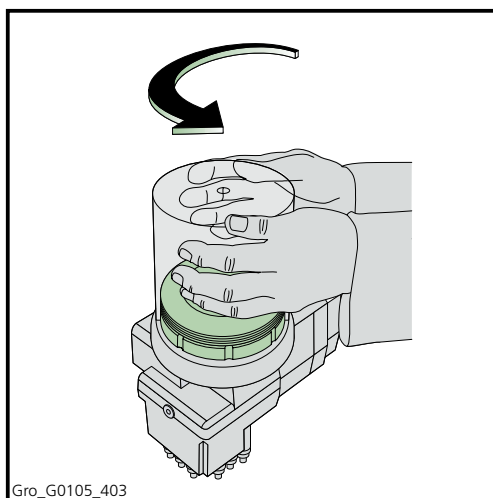

Abbildung 4.4 Abnehmen der Schutzhaube
1. Die transparente Schutzhaube (Abbildung 4.4) hat einen Bajonettverschluss. Drehen Sie die Haube gegen den Uhrzeigersinn und nehmen Sie sie dann von der Pumpeneinheit ab.